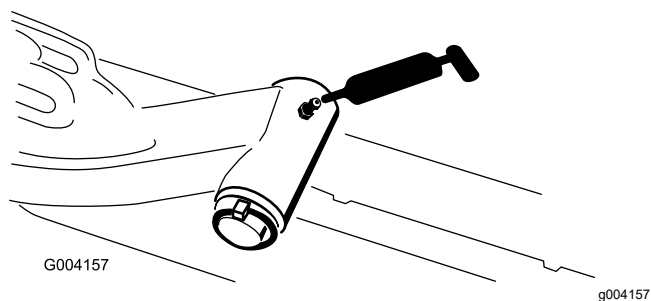

Рисунок 110
- Ось поворота подъемного рычага (по 1 шт.) (Рисунок 110)